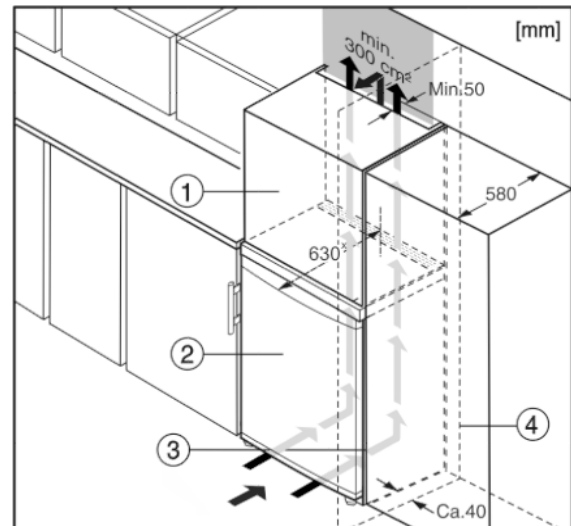

Fig. 6
- (1) Rátétsekrény
- (2) Berendezés
- (3) Konyhaszekrény
- (4) Fal
A készüléket körbe lehet építeni rátétsekrényekkel. Rá lehet szerelni egy rátétsekrényt Fig. 6 (1), hogy a készüléket Fig. 6 (2) a konyhabútorok magasságához igazítsa.*
Ha a berendezést (max. 580 mm mélységű) konyhaszekrényekkel építi körül, akkor közvetlenül a konyhaszekrény Fig. 6 (3) mellett is felállíthatja. A készülék oldalirányban 34 mm^x, a közepétől pedig 50 mm^x távolságban nyúlik túl a konyhaszekrény előlapjához képest.*
Mikor a berendezést a csuklópántokkal egy fal Fig. 6 (4) mellett állítja fel, akkor a berendezés és a fal közti távolság legalább 40 mm legyen. Ez nyitott ajtó esetén megfelel a fogantyú túlnyúlásának.